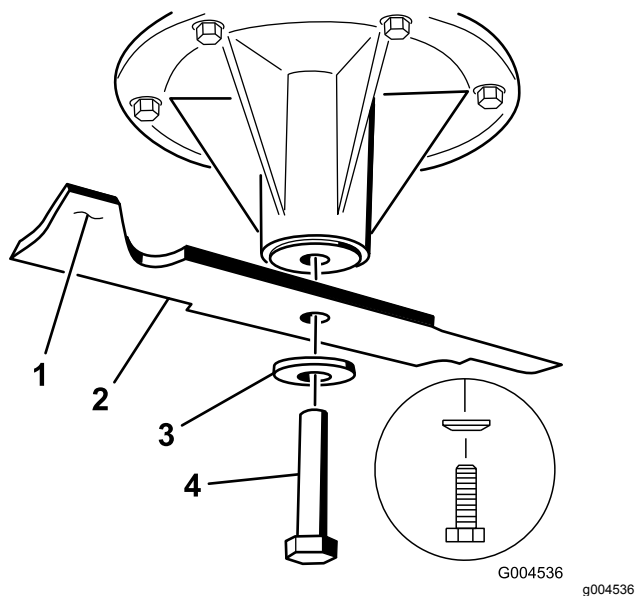

Figura 108
- Instale la cuchilla en el eje (Figura 108).
- Instale la arandela de muelle y el perno de la cuchilla (Figura 108).